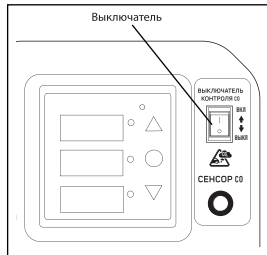

Рис. 12
**Примечание.** В случае особой необходимости при неисправном датчике можно запустить генератор, отключив датчик. Выключатель кнопочного типа находится над датчиком CO. (Рис. 12).
Датчик угарного газа работает только при плюсовой температуре (больше 0°C). Сильный поток воздуха с направлением 45 градусов от оси «Выхлопная труба» (Рис. 12).